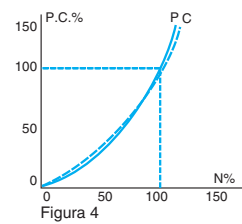

Figura 4
- coppia crescente in base al quadrato della velocità  $C = kn^2$ , con la potenza che varia in base al cubo della velocità (figura 4).